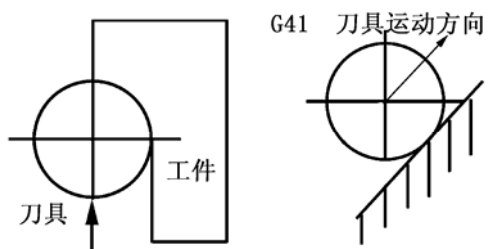

图 4.2-7
(1) G41 的切削方向如图 4.2-7。使刀具在工件轮廓的左边补偿进行切削运动
(2) G41 发生前, 刀具参数必须在主功能 PARAM 中刀具参数内设置完成。
(3) G41 段程序, 必须有 G01 功能及对应的坐标参数才有效, 以建立刀补。